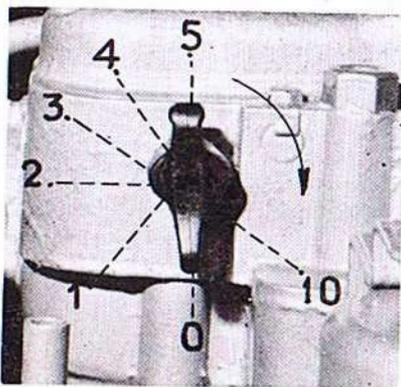

fig 1
- Position 0 : position du levier de décompresseur quand le moteur marche (position indiquée sur la figure 1).